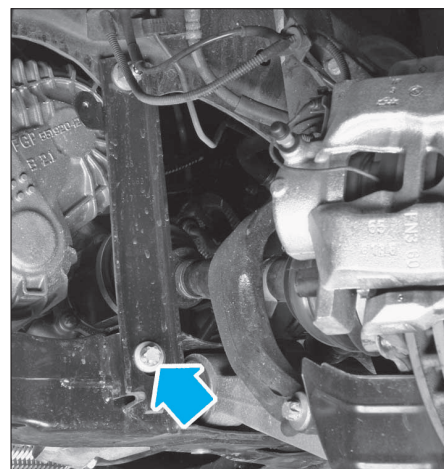

FIG. 7
- la fixation (3) de l'élément inférieur d'amortisseur sur le bras inférieur.
- l'écrou (1) du bras inférieur sur le pivot.
- l'écrou (7) de la rotule de direction.
- les fixations inférieures des renforts sur le berceau (Fig.7)